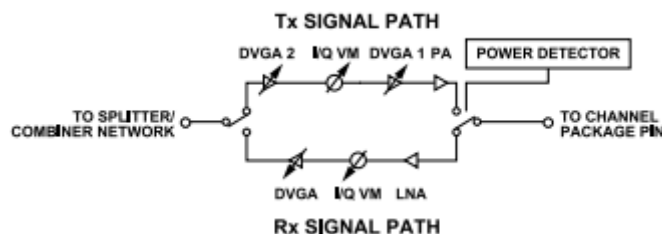

図 77. 送信および受信チャンネルの機能ブロック図
16チャンネルの信号パスはすべて同じで、チャンネル間で対称な性能を発揮できます。そのため、TDD動作に必要な位相と振幅のキャリブレーション量を削減できます。図77に示すように、各送信チャンネルには、DVGA 2、同相直交 (I/Q) VM、DVGA 1、パワー・アンプ (PA)、パワー・ディテクタ、および2個の単極双投 (SPDT) スイッチがあります。各受信チャンネルには、低ノイズ・アンプ (LNA)、I/Q VM、チャンネルDVGA、および2個のSPDTスイッチがあります。これらのスイッチは、送信パスと受信パスの選択を行います。これらのパスは、パッシブな結合および分配ネットワークを通じて、RF信号パスをパッケージの対応する入出力ピン (RFV、RFH、16個のチャンネル) に接続します。